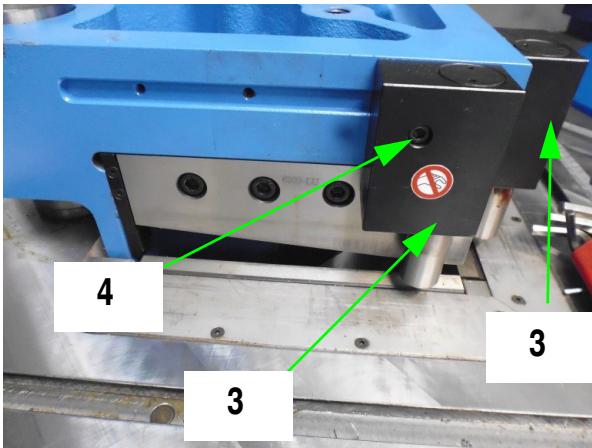

Abb. 16: Ausbau der Niederhalter
Schritt 4: Schrauben Sie zum Demontieren der Niederhalter 3 die jeweils zugehörige Befestigungsschraube 4 heraus (Abb. 16).